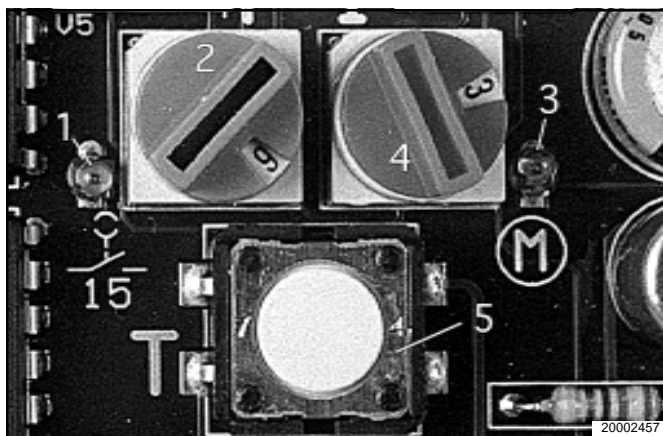

Fig. 21: LED på styrekort
- For å se om det er spenning på styrekortet, se etter om LED 1 Fig. 21 er tent.